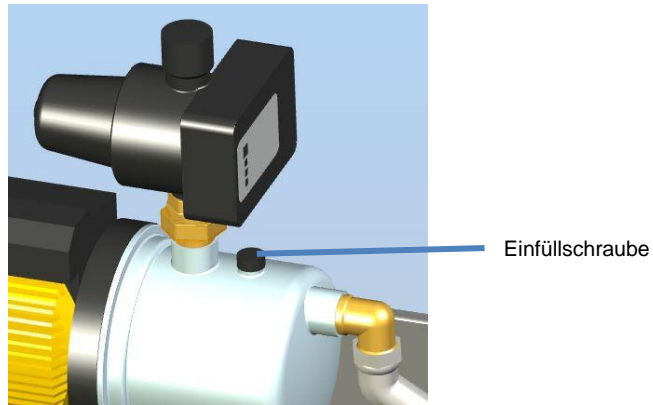

Abbildung 12: Befüllen der Pumpe
2. Pumpe mit Wasser befüllen, siehe hierzu Abbildung 12: